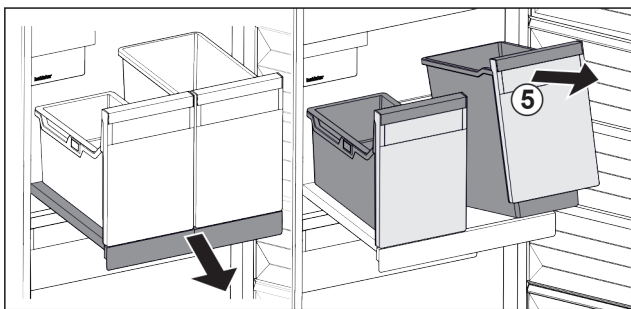

Fig. 104
- Løft beholderen Fig. 104 (5) foran.